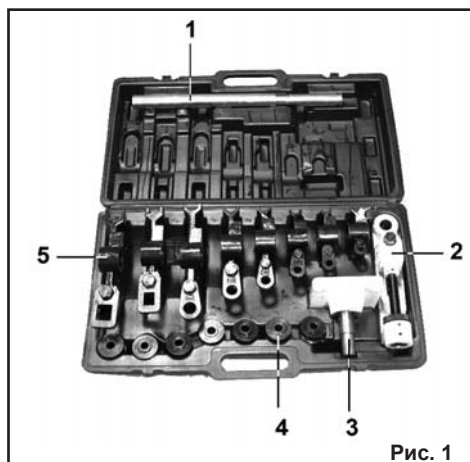

Рис. 1
3. КОМПЛЕКТНОСТЬ (Рис.1)
В комплект поставки входит (Рис. 1):
Перед транспортировкой трубогиба на существенные расстояния (например, на другой объект) его необходимо очистить от грязи и пыли, разобрать и уложить все его детали в кейс, Рис. 1.
Хранить трубогиб необходимо в разобранном состоянии в кейсе, Рис. 1, при нормальной температуре, в сухом помещении, недоступном для детей. При этом, все детали должны быть чистыми. При длительном хранении рекомендуется смазать неокрашенные металлические поверхности и соединения консервационной смазкой